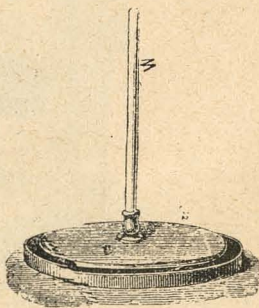

Fig. 164.—Electróforo.
3. **Electróforo.** — El electróforo, inventado por Volta (fig. 164) se compone de una torta de resina, y de un disco de madera envuelto en una hoja metálica; un mango de vidrio sirve para aislar el disco.